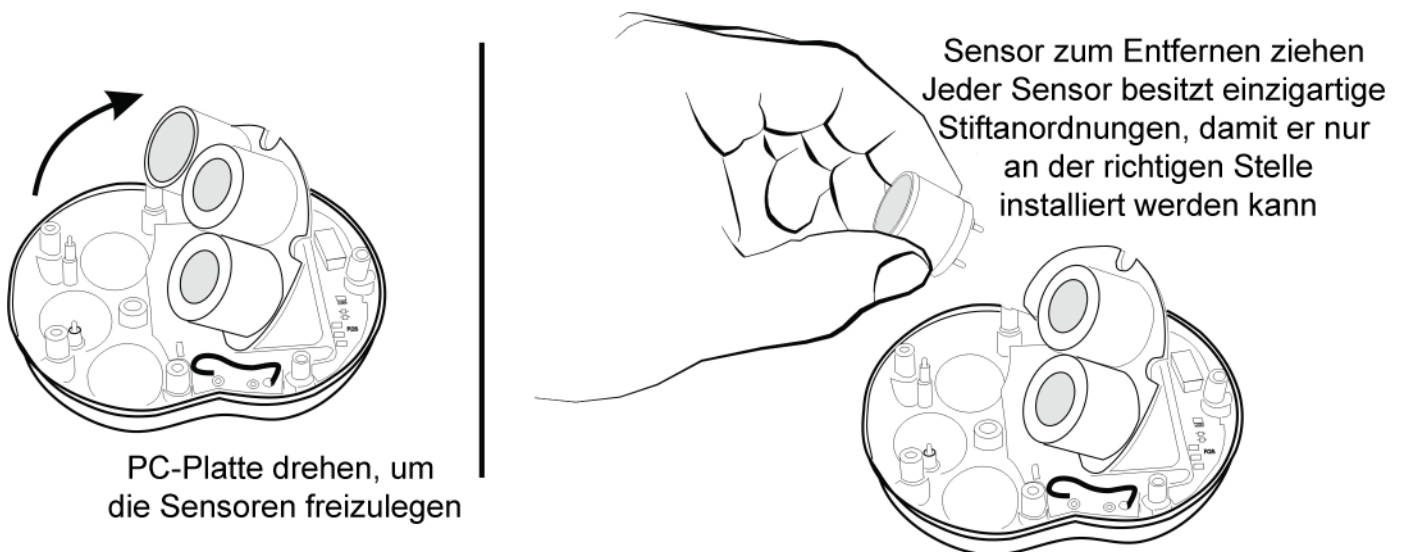

Abbildung5-2. Sensor entfernen
- 5) Lösen Sie den betroffenen Sensor und ersetzen Sie ihn durch einen neuen Sensor. Siehe Abbildung 5-2.